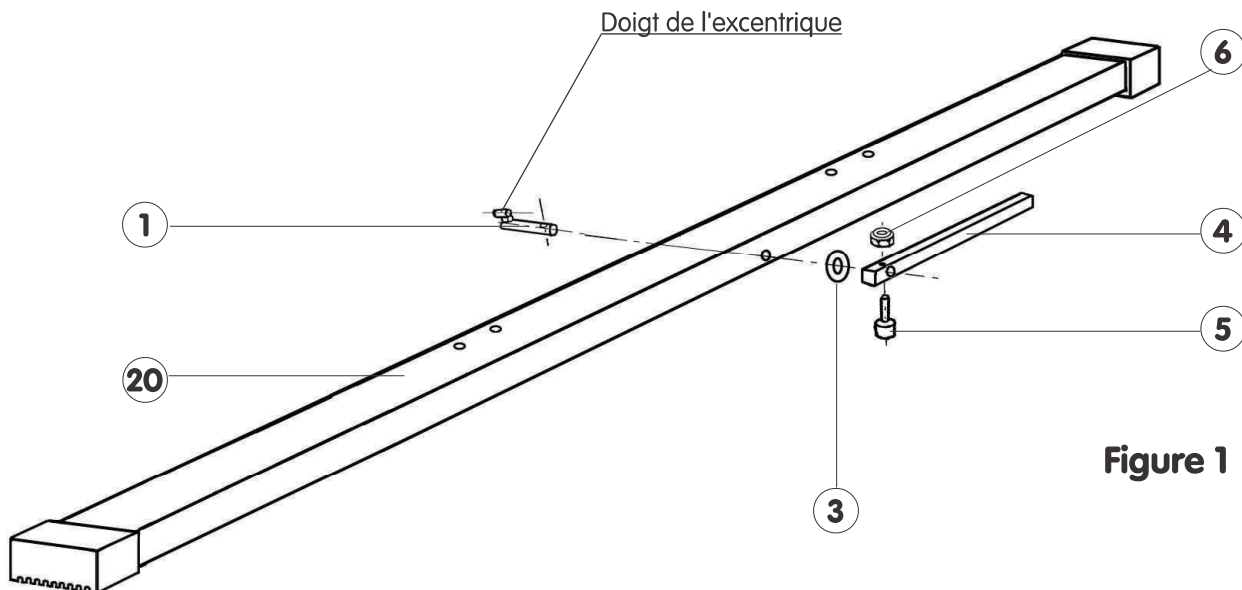

Figure 1
- 1 - Monter chaque excentrique (1), dans le trou de chacun des pieds (20). Enfiler une rondelle d'appui (3), puis le levier (4) en position horizontale sur l'excentrique (1) suivant la Figure 1.
- 2 - Verrouiller le montage en introduisant la vis (5) à travers le levier (4) et l'excentrique (1), puis serrer fortement l'ensemble à l'aide de l'écrou (6) (voir Fig. 1).